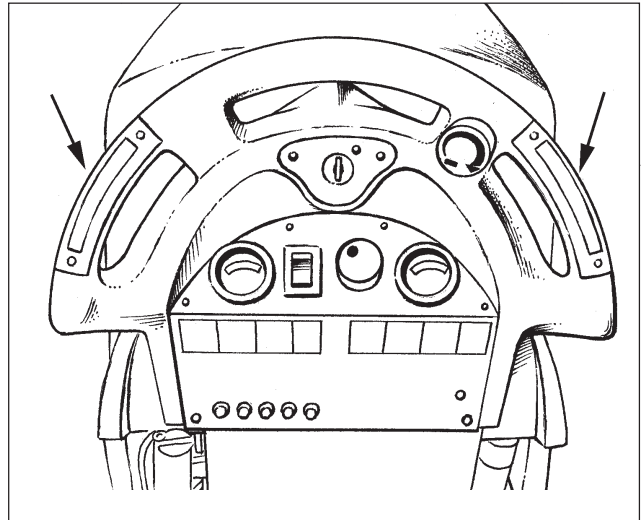

Figura 2
9. La máquina avanza si Ud. pulsa sea el interruptor derecho, sea el interruptor izquierdo (adelante/atrás). (Véase figura 2.)